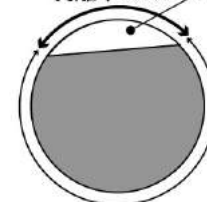

図3 シース管グラウト未充填箇所
- (6) 最小探知能力 (図3) : OLSON社による試験の結果によると、シース管内の空洞の最小探知能力は、空隙率(管断面積に占める空洞断面積の割合)では11%、剥離率(管円周に対する剥離している円周の割合)では20%となっています。